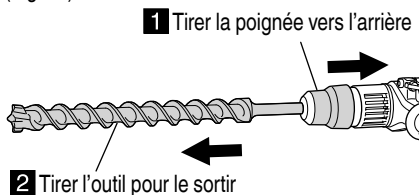

Fig. 16
- (3) Tirer sur l'outil pour s'assurer qu'il est bien verrouillé à fond.
(4) Pour retirer l'outil, tirer complètement l'attache coulissante dans le sens de la flèche et sortir l'outil (Fig. 16).